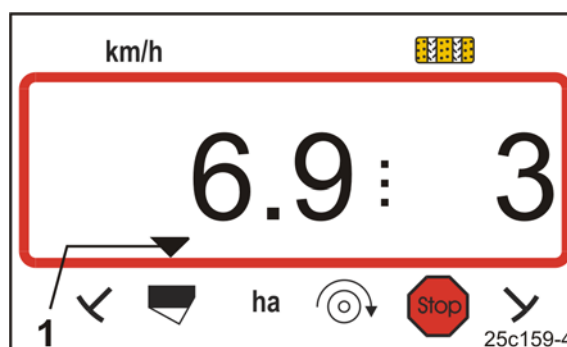

Fig. 274
- erscheint ein Hinweis im Bedienterminal. Es wird beispielsweise das Kontrollzeichen für den Füllstand im AMALOG⁺ (Fig. 274/1) markiert.